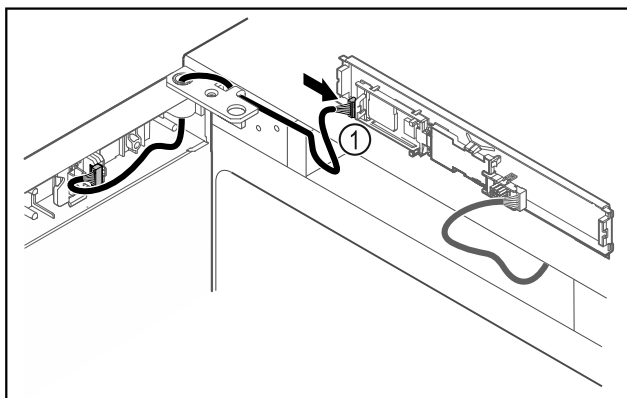

Fig. 35
- Collegare il connettore Fig. 35 (1) sulla scheda.